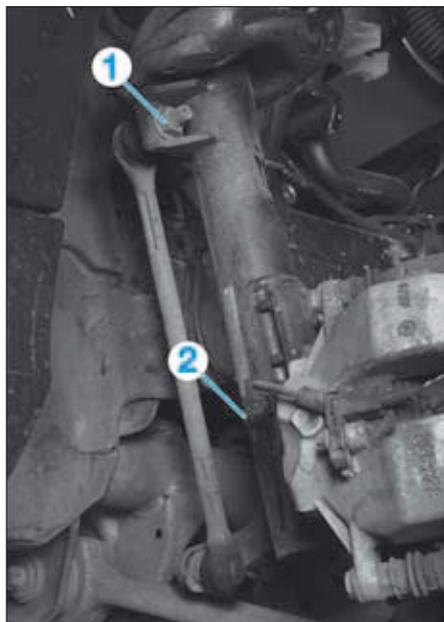

FIG. 10
- Déposer l'écrou (1) de la biellette de barre stabilisatrice (Fig.10).